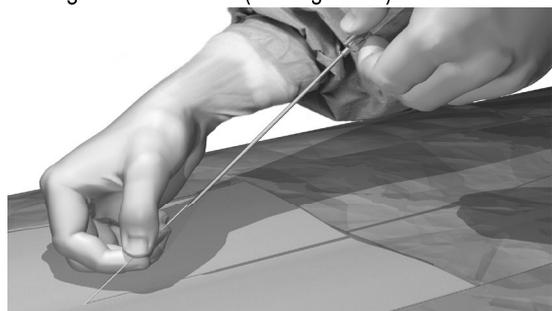

Figure 14. Retrait de l'aiguille d'insertion
2. Lorsque l'extrémité de l'aiguille d'insertion apparaît, maintenez la sonde aussi près que possible du site de sortie, puis retirez délicatement l'aiguille de la sonde (voir Figure 14).